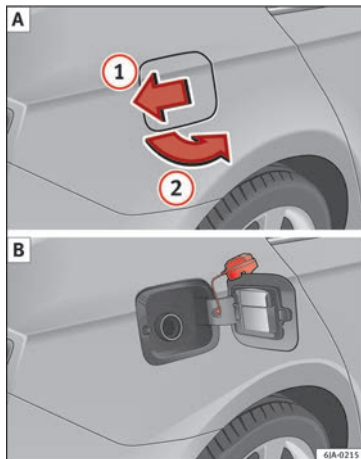

Bild 203 Bilen sedd från höger bak: tanklucka med avskruvat tanklock
Bränsletypen för din bil står angiven på en dekal på insidan av tankluckan tillsammans med däckdimensionen och däcktrycket » **bild 203** .
- Tryck på luckan i pilens riktning **①** » **bild 203**.
- Öppna locket i pilens riktning **②**.
- Skruva av tanklocket motsols och sätt det ovanpå tankluckan » **bild 203** .
- Bränsletanken är full så fort det automatiska påfyllningsmunstycket slår ifrån » **①**.
- När bilen har låsts upp med centrallåsknappen trycker du på tankluckan i pilens riktning ① » bild 203.
- Öppna locket i pilens riktning ②.
- Skruva av tanklocket motsols och sätt det ovanpå tankluckan » bild 203 B.